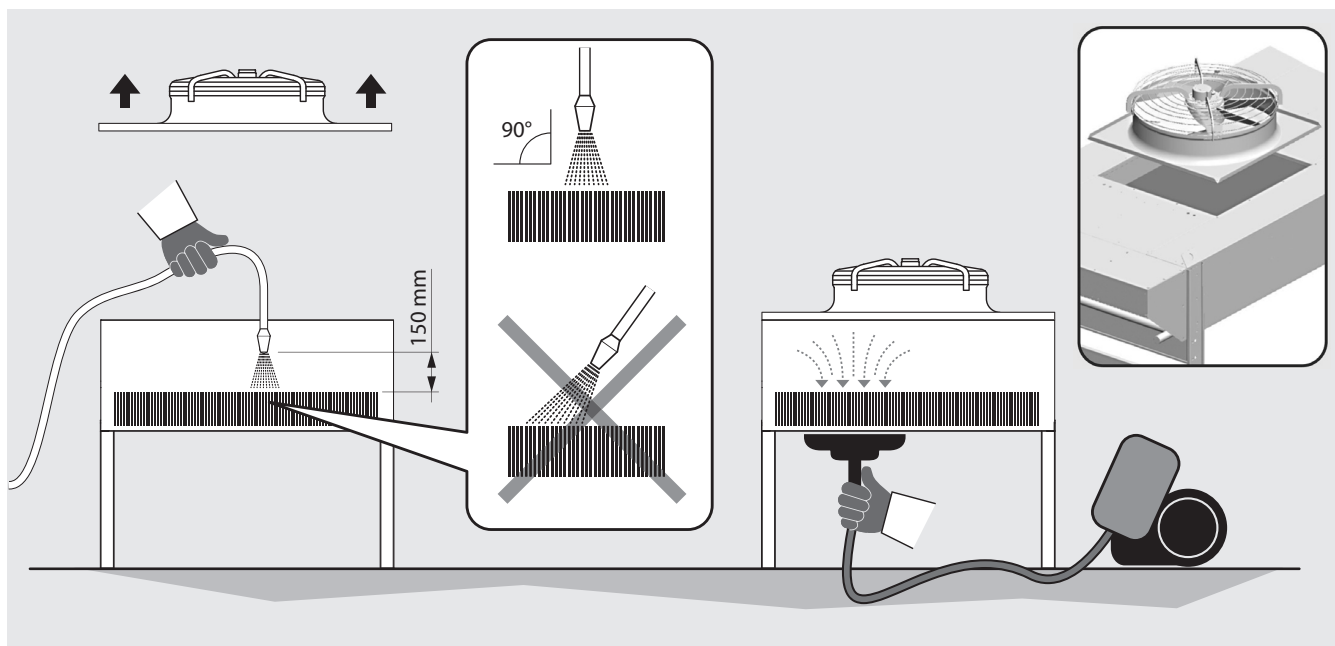

Figura 11
- 11.11 Limpieza del paquete con aletas (Véase Figura 11):